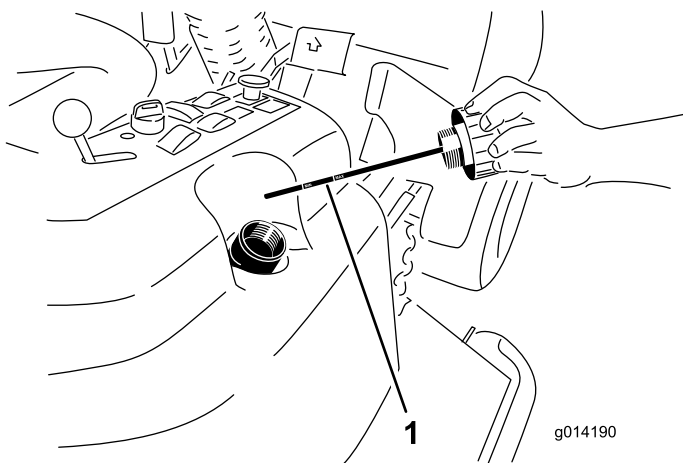

Figure 88
4. Enlevez le bouchon (Figure 88) du goulot de remplissage du réservoir hydraulique.
5. Retirez la jauge et essuyez-la sur un chiffon propre (Figure 88).
6. Vissez la jauge dans le goulot de remplissage, ressortez-la et vérifiez le niveau de liquide (Figure 88).